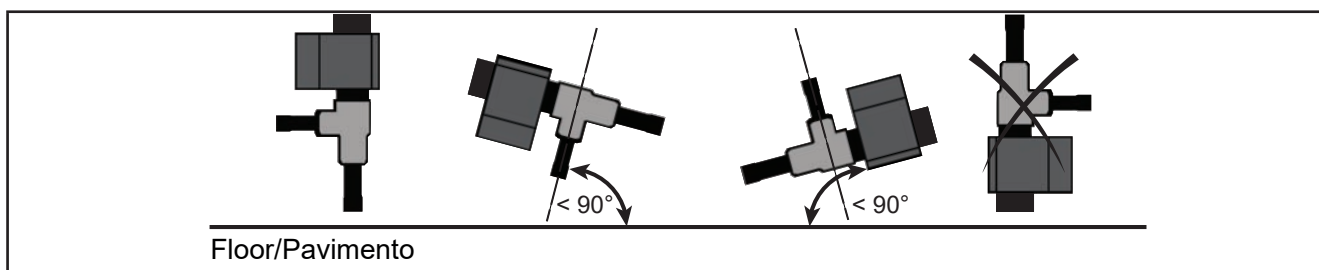

Fig. 2. Posizionamento valvola
3. Posizionare la valvola come indicato (vedi Fig. 2). La bobina non deve orientata verso il basso.
(1) Utilizzare metodi di ispezione appropriati (ad esempio visiva, prova di pressione) e garantire la conformità agli standard applicabili. Documentare eventuali irregolarità e avviare azioni correttive se necessario.
(2) Vedi Fig.2